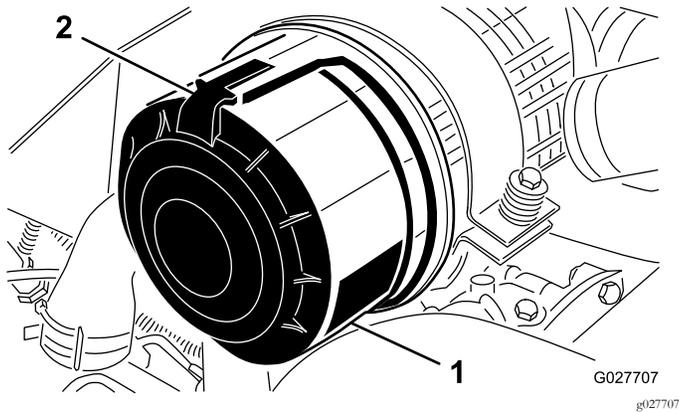

图62
1. 松开将空气滤清器盖固定到空气滤清器壳体上的门锁图62。